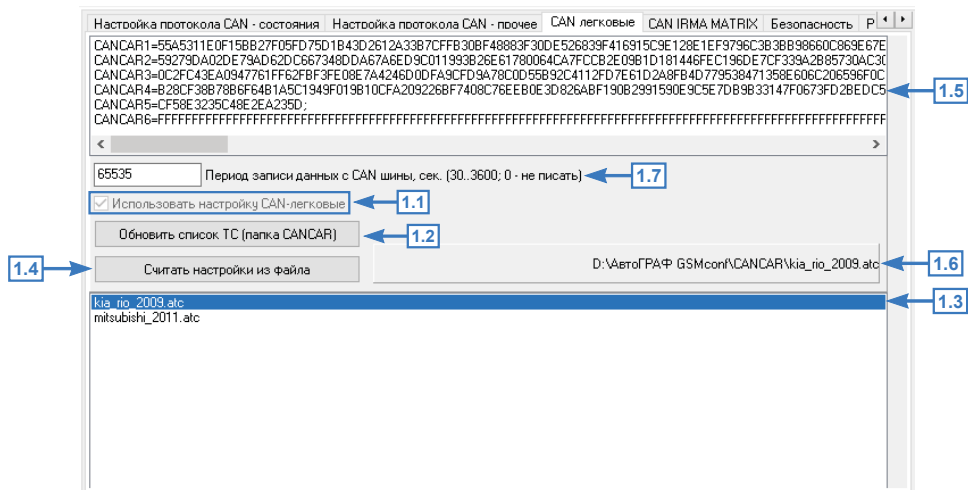

Рис.75. Настройка шины CAN для чтения данных с легковых автомобилей.
- На вкладке «CAN легковые» включить опцию «Использовать настройку CAN-легковые» (**Рис.75, п. 1.1**).
- На вкладке «CAN легковые» программы «AG.GSMConf» нажать кнопку «Обновить список ТС (папка CANCAR)» (**Рис.75, п. 1.2**). На вкладке появится список файлов в формате .atc с настройками шины CAN легковых автомобилей (**Рис.75, п. 1.3**).
- Выделить интересующий файл и нажать кнопку «Считать настройки из файла» (**Рис.75, п. 1.4**). После этого на вкладке будут установлены настройки протокола CAN из выбранного файла. Настройки отображаются в виде команд удаленной настройки в верхней части вкладки (**Рис.75, п. 1.5**). Настройки из нужного файла могут быть считаны в программу также двойным нажатием левой кнопки мыши на нужный файл. Считать новый файл с настройками можно также, перетащив этот файл в область программы «AG.GSMConf». В этом случае настройки будут считаны автоматически. Текущий открытый файл отображается в правом верхнем углу списка доступных файлов (**Рис.75, п. 1.6**).
Настройка задается в секундах в поле «Период записи данных с CAN шины, сек» (**Рис.75, п. 1.7**). Минимальный период 30 секунд, максимальный 3600 секунд. Нулевой период отменяет запись данных с шины CAN.